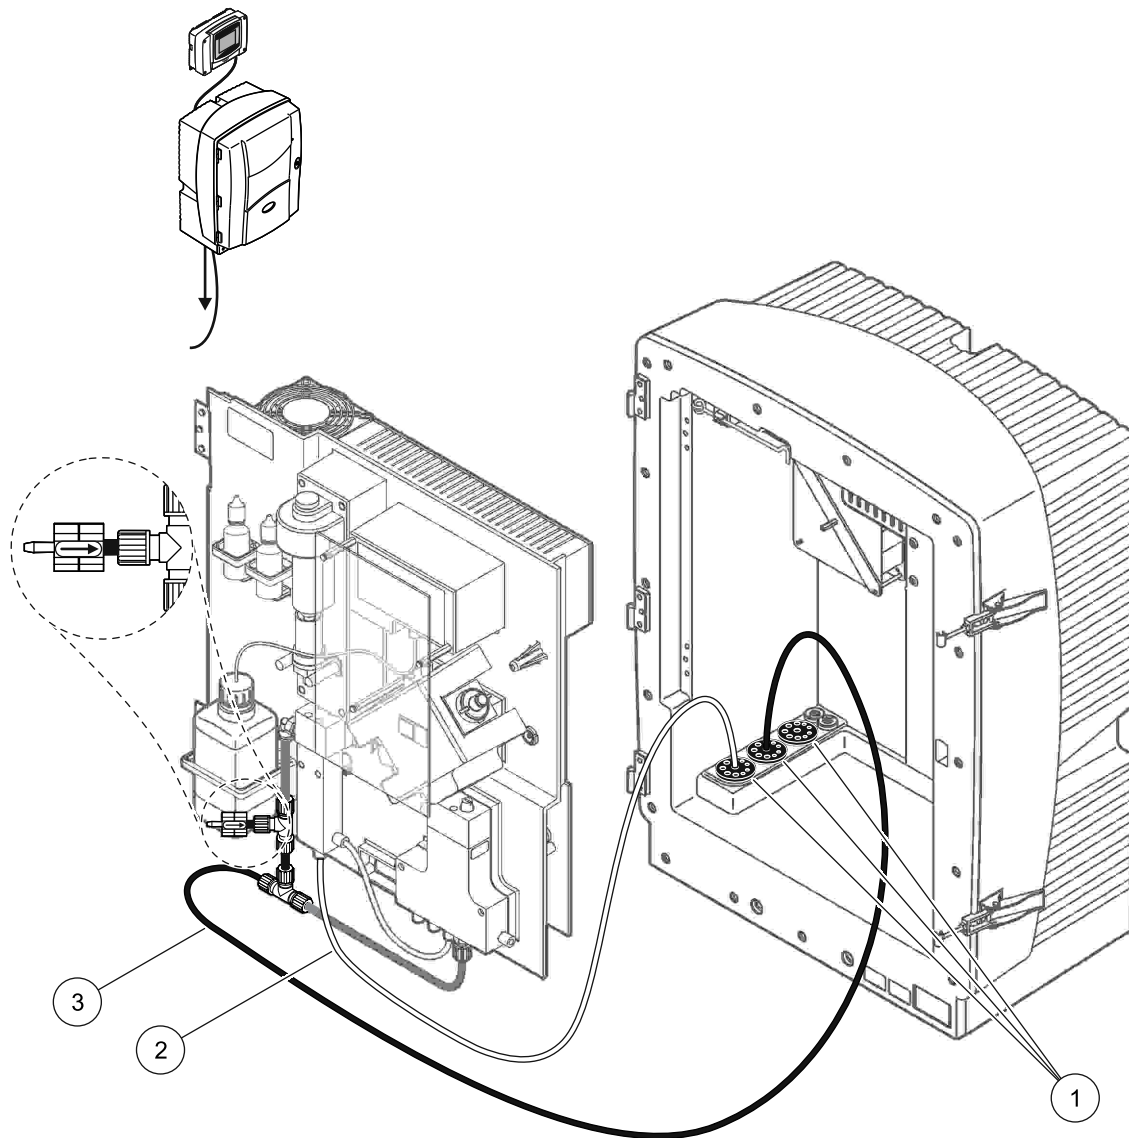

Figure 40 Configuration d'option 10a
Voir Figure 40 à la page 108 et les instructions ci-dessous pour l'option 6:
2. Faites passer la canalisation d'échantillon provenant du système de préparation par l'analyseur (Figure 40 à la page 108, élément 2). Utilisez le bouchon d'obturation No. 3 pour fixer le tout.